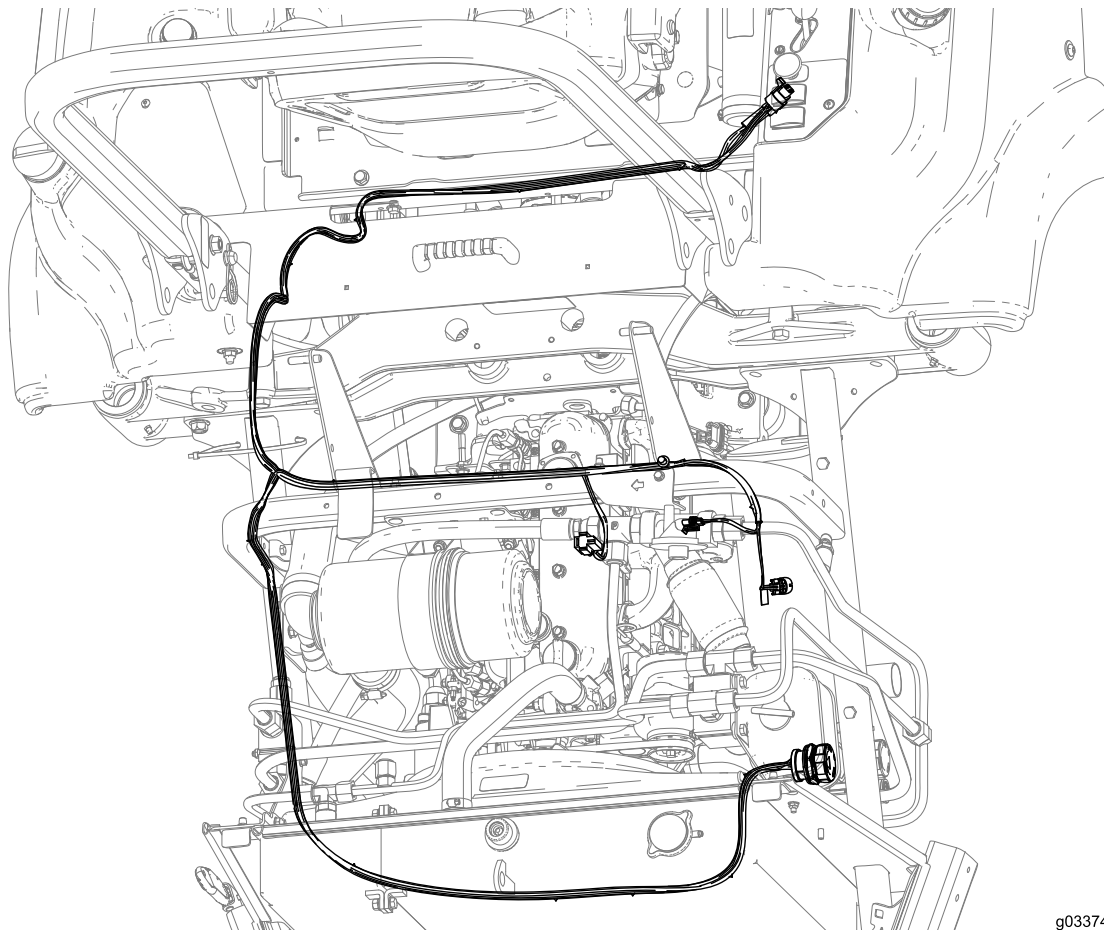

Figure 32
1. Acheminez le faisceau de câblage comme montré à la Figure 32.